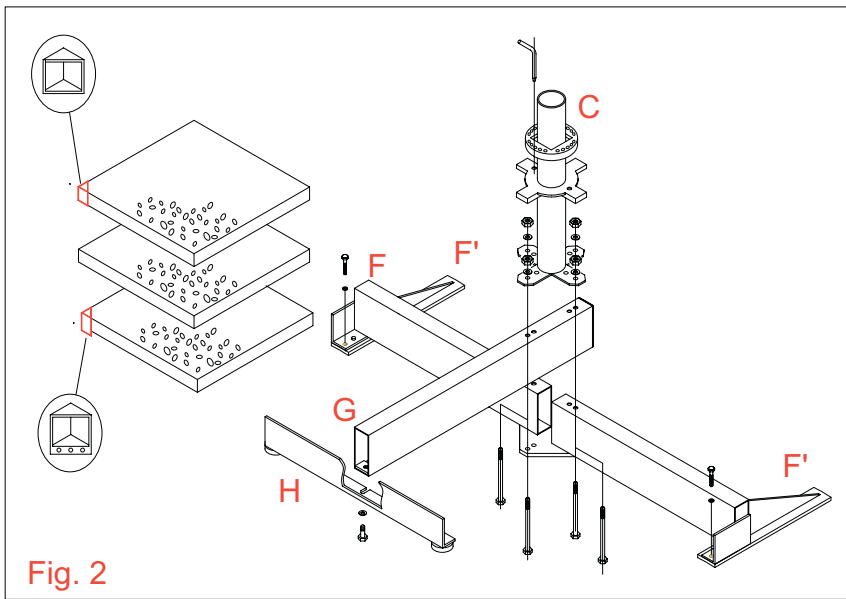

Fig. 2
COMPOSANTS (fig. 1): pour les composants de la base faire référence a la figure 2
MONTAGE DE LA BASE EN ALUMINIUM (fig. 2)
Sortir le contenu du sachet (I) et monter la base comme indiqué dans la fig. 2.